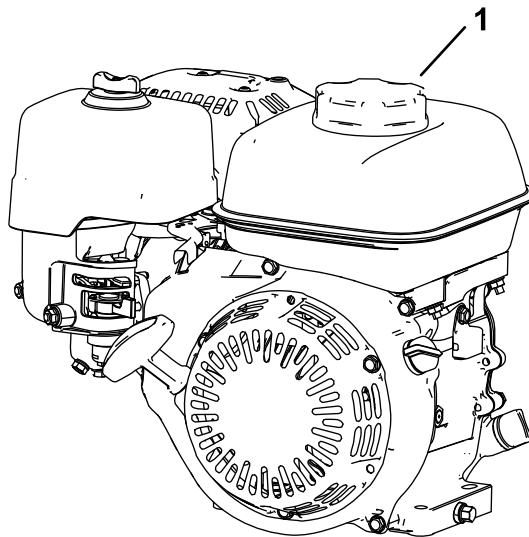

Рисунок 19
1. Очистите область вокруг крышки топливного бака и снимите крышку (Рисунок 19). Топливный бак следует заполнять до нижнего уровня горловины бака; см. раздел «Двигатель» *Руководства оператора*.